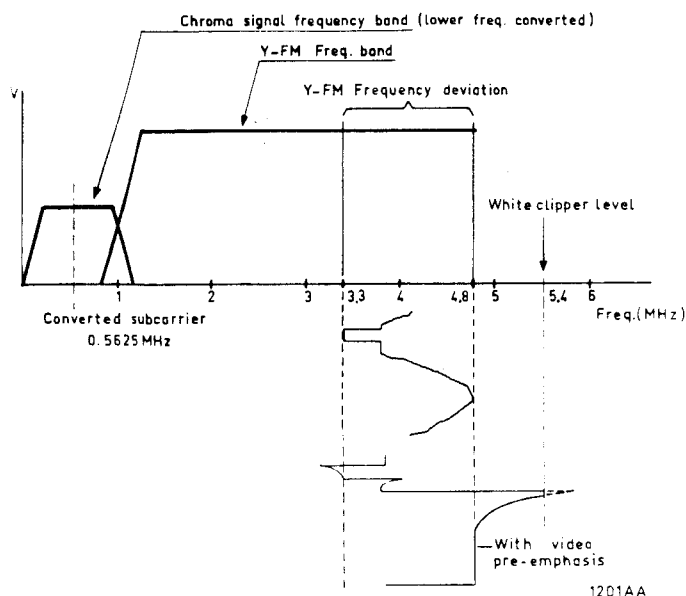

Fig. II-6
- Das Signal durchläuft einen Weissbegrenzer (Abb. II-6).